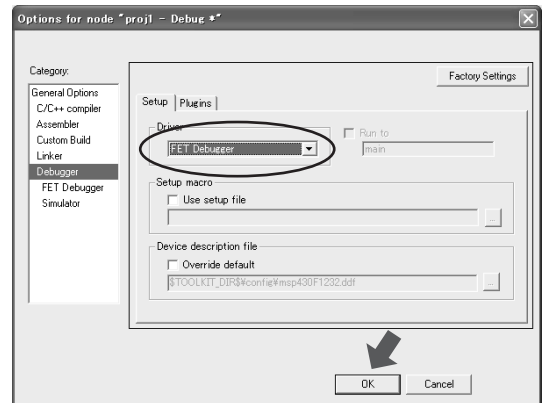

図 3-31 「FET Debugger」を選択
(11) 引き続き Category を「Debugger」に変え、setup タブの「Driver」では図 3-31 のように「FET Debugger」を選びます。